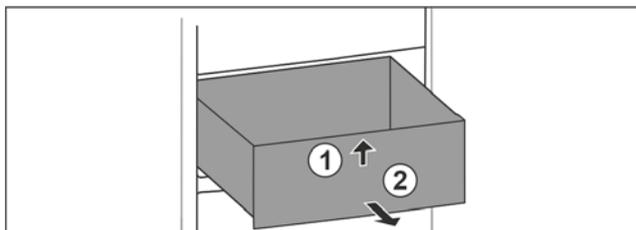

Fig. 14
- ▶ Приподнимите выдвижной ящик спереди. Fig. 14 (1)
- ▶ Извлеките выдвижной ящик движением вперед. Fig. 14 (2)